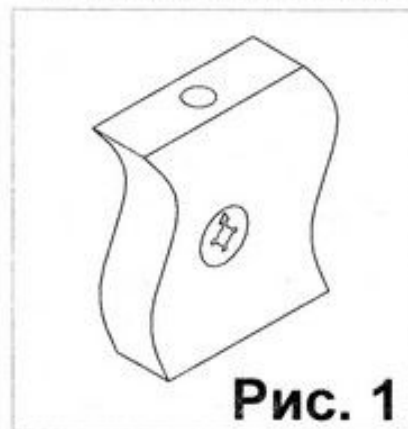

Рис. 1
1. Прикрутить ответные планки петель (7) к боковине 1 евроинтами (8) . Соединить полку 3 с боковинами 1 и 2 евроинтами (2) . Вставить стяжки-растекс (3) в боковины 1 и 2 (см. рис. 1) . Забить шканты (1) в стойку 10 и соединить ее с полкой 3. Фиксацию стойки 10 с боковиной 1 произвести при помощи евроинтов (2)